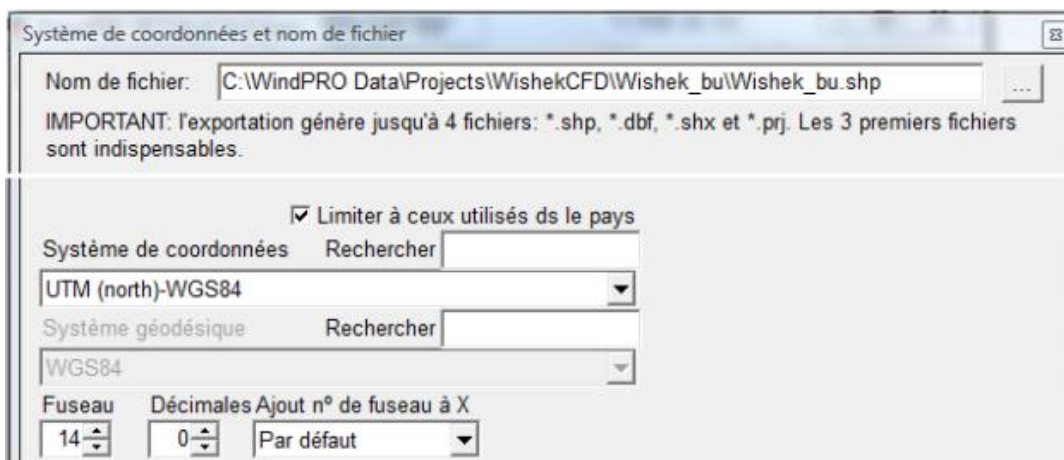

Figure 11
- *Exporter* : permet d'exporter l'ensemble des surfaces en format Shape, voir Figure 11.